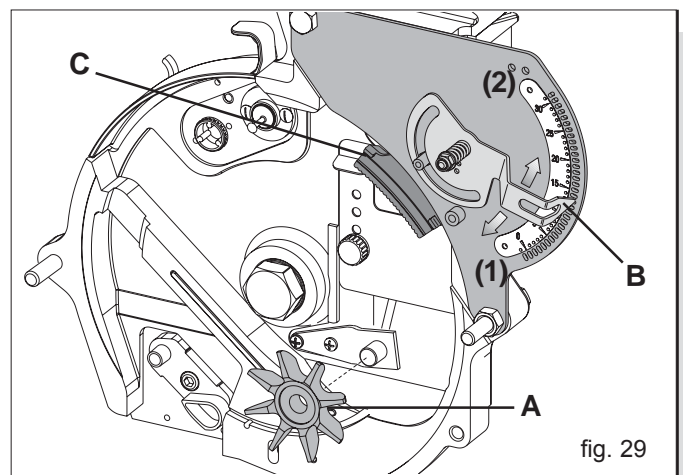

fig. 29
La Ditta Costruttrice fornisce di serie (smontato) l'agitatore semi per singolo distributore (A, Fig. 29).
Spostando l'indice (B Fig. 29) si comanda un cursore (C Fig. 29) che sfiora il disco in prossimità dei fori, provocando la caduta dei semi in eccesso. Il selettore si regola ad ogni cambio di seme e di disco, verso i numeri bassi per semi piccoli (1 Fig. 29) e viceversa per semi grossi (2).